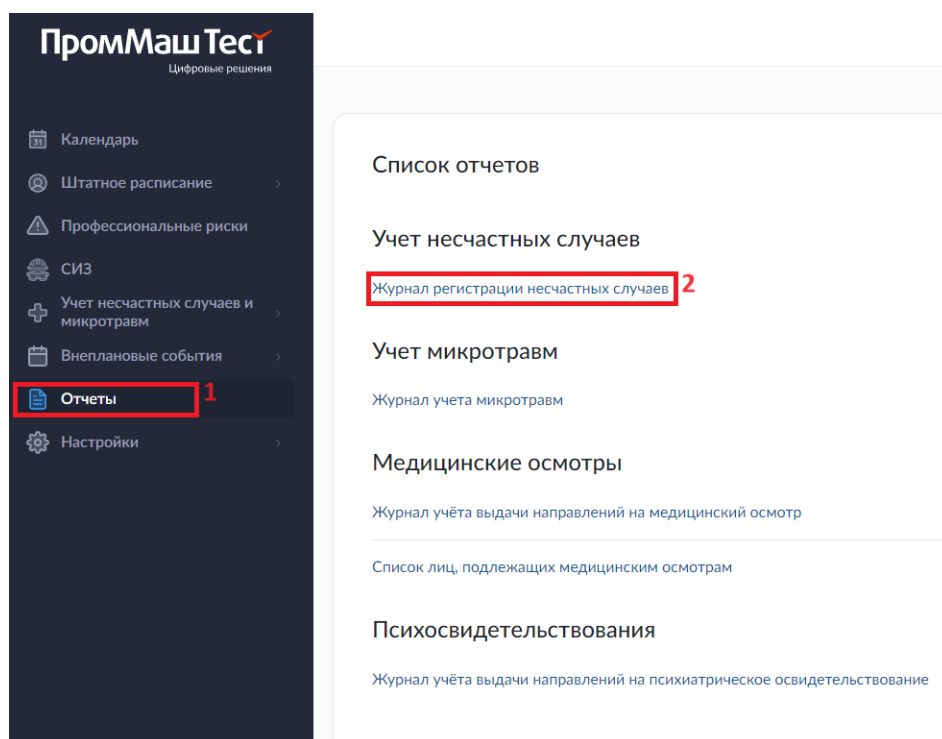

Рисунок 103. Раздел «Отчеты». Подраздел «Учет несчастных случаев»
Формирование журнала регистрации несчастных случаев проводится по нажатию кнопки «Журнал регистрации несчастных случаев» (2) в разделе «Отчеты» (1) (рис. 103).